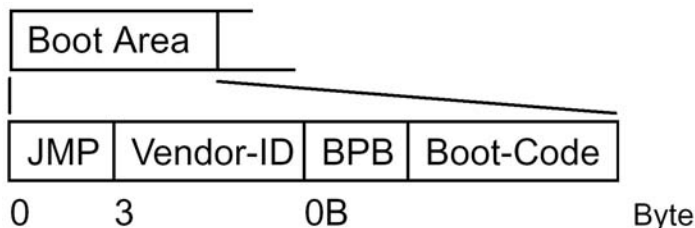

Bild 2: Bootsektor
Das „reserved sectors area“ (Bild 2) beginnt mit dem ersten Sektor der Karte, also LBA (0). Für FAT12 und FAT16 belegt er ohnehin nur diesen einen Sektor. Den Sprungbefehl in JMP und das Programm im Boot Code ist für eine „system disk“, von der aus der PC booten kann. Auch für einen reinen Datenspeicher braucht man jedoch zumindest einen gültigen Jump-Code. Das Programm in Boot-Code kann entfallen. Die drei Bytes EBh, xxh, 90h oder E9h, xxh, xxh sind legale Jumps, wobei xxh für ein beliebiges Byte steht.